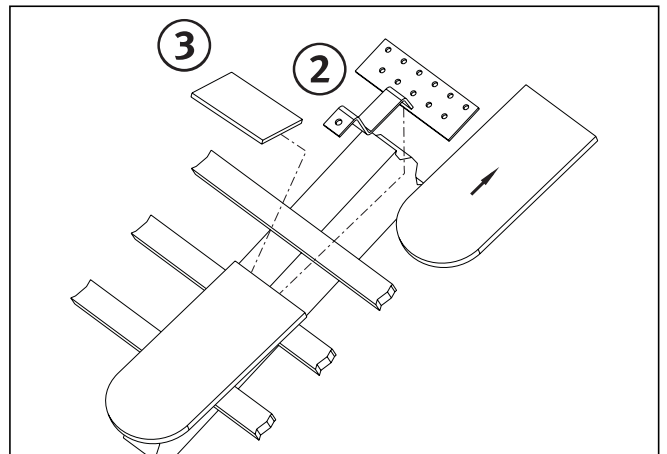

Abb. 6.14 Montage Abstandsbrettchen und Sparrenanker
- Unterfüttern Sie gegebenenfalls mit den Abstandsbrettchen (Abb. 6.14, Pos. 3) die Höhe der Sparrenanker (Pos. 2), so dass er in der Ebene des darunterliegenden Ziegels austritt.